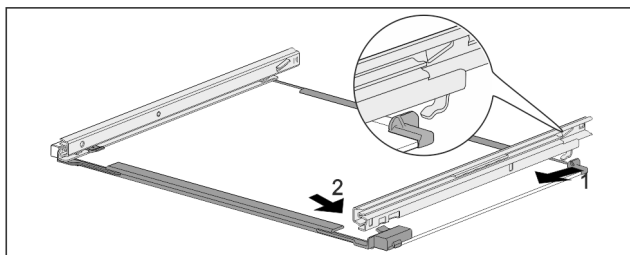

Fig. 206 Placa de vidrio con guías
- ▶ Enganche la guía por detrás. Fig. 206 (1)
- ▶ Encastre la guía por delante. Fig. 206 (2)